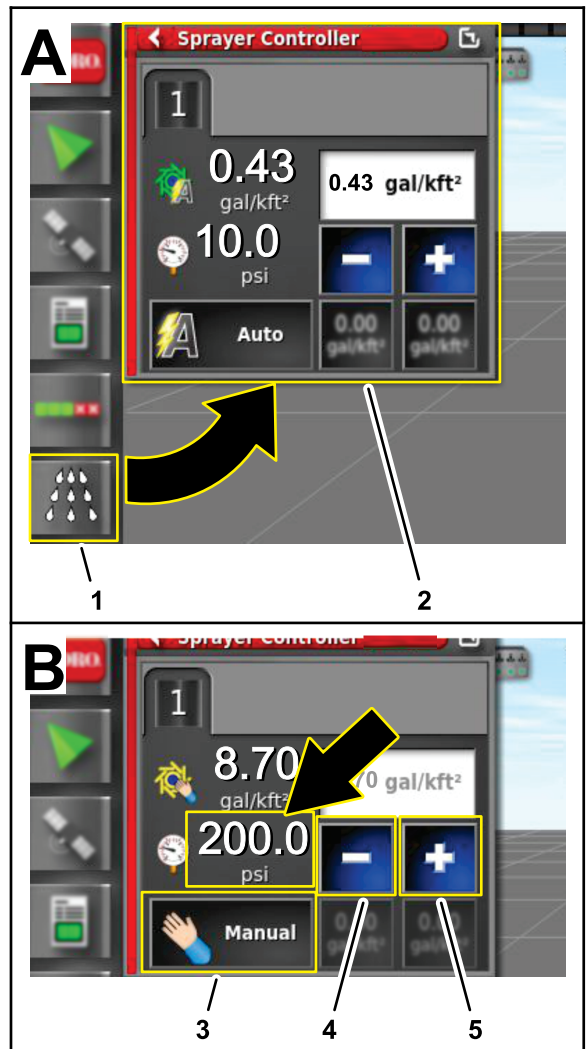

图 162
4. 在 GeoLink 控制台上按喷洒率控制器图标 图 162。
5. 在喷洒率控制器对话框中按喷洒率控制模式图标直到手动模式显示 图 162。
- 使用递减图标 (-) 或递增图标 (+) 将喷洒系统压力图 162 调节至 13.75bar。